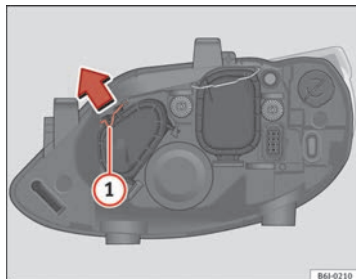

Abb. 153 Fernlicht
- – Verschieben Sie die Strebe ① in Pfeilrichtung und nehmen Sie den Deckel ab ⇒ Abb. 153.